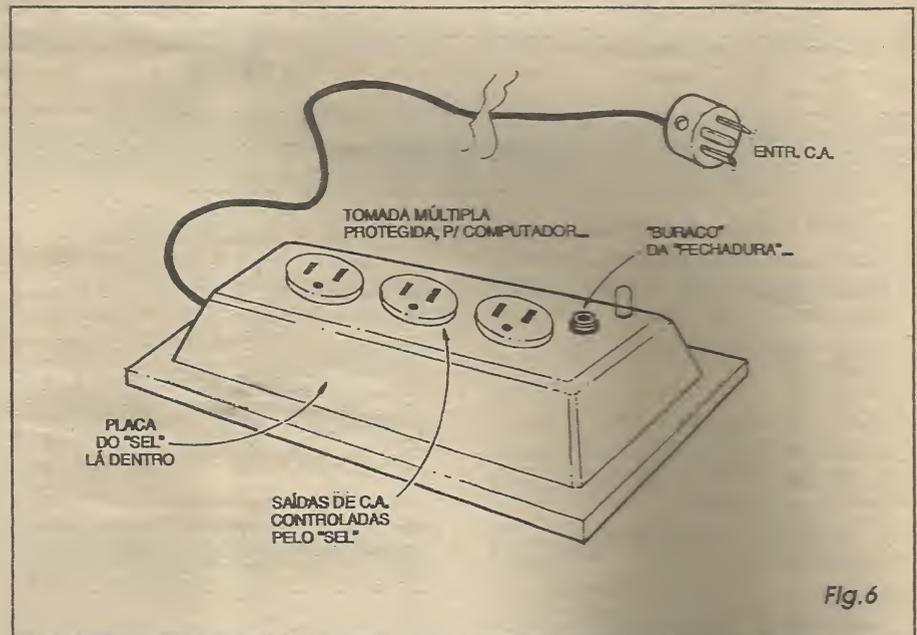

Fig. 6
- FIG. 6 - OUTRA MANEIRA PRÁTICA DE SE UTILIZAR O SEL... - Na